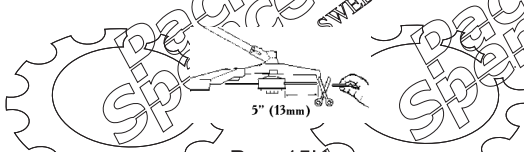

Рис. 15Н
11. Обрежьте оставшиеся концы лески примерно до 5" (13см). Это минимизирует нагрузку на двигатель во время пуска и прогрева (Рис. 15Н).